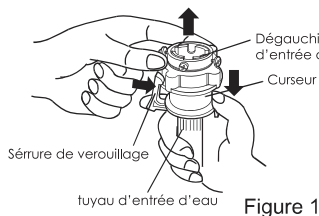
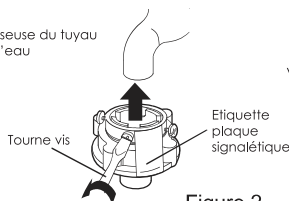
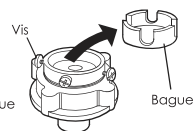

Figure 1
Figure 2
Figure 3
2. Appuyez sur l'extrémité inférieure de la serrure et poussez le curseur vers le bas. Enlevez la dégauchisseuse d'arrivée d'eau du composant de tuyau d'arrivée d'eau. Voir figure 1. Desserrez le vis jusqu'à ce que le robinet d'eau est accessible. Mettez la dégauchisseuse du tuyau d'arrivée d'eau sur le robinet. Voir figure 2. (Si le diamètre du robinet est trop grand et la dégauchisseuse ne peut être réglée sur le robinet d'eau, desserrez les vis du sol et retirez la douille dans la dégauchisseuse. Voir à la figure 3.)